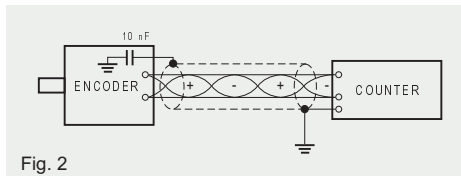

Fig. 2
- Per una miglior protezione dalle interferenze di campi magnetici perturbanti è opportuno utilizzare l'encoder con uscite complementari (Line-driver) e cavo schermato con doppiati attorcigliati (twisted) in modo che le correnti indotte dal campo magnetico si autoannullino come illustrato in fig. 2.
- For a better protection from interferences due to environmental magnetic fields, it is a good practice to use complementary outputs encoder and connecting it through twisted-pair shielded wire, so induced currents will self-cancel, as shown in fig. 2.